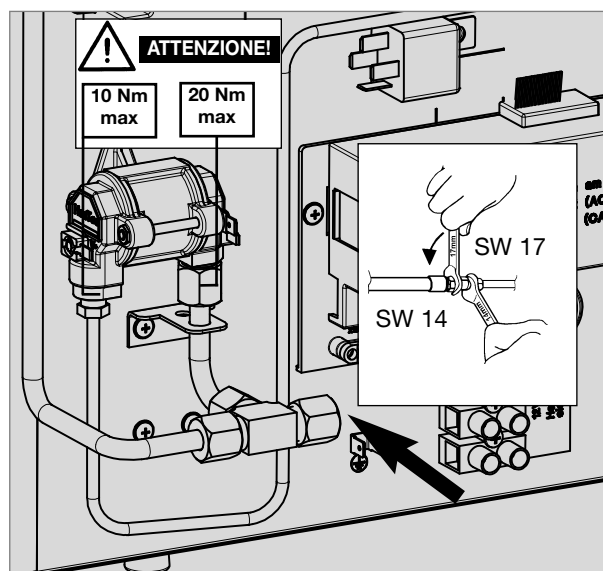

Fig. 38
- La connessione del gas all'apparecchio è effettuato tramite un manicotto (Ermeto) appropriato per il tubo L8, DIN 2353-ST, conforme alla norma EN 1949 (fig. 38).